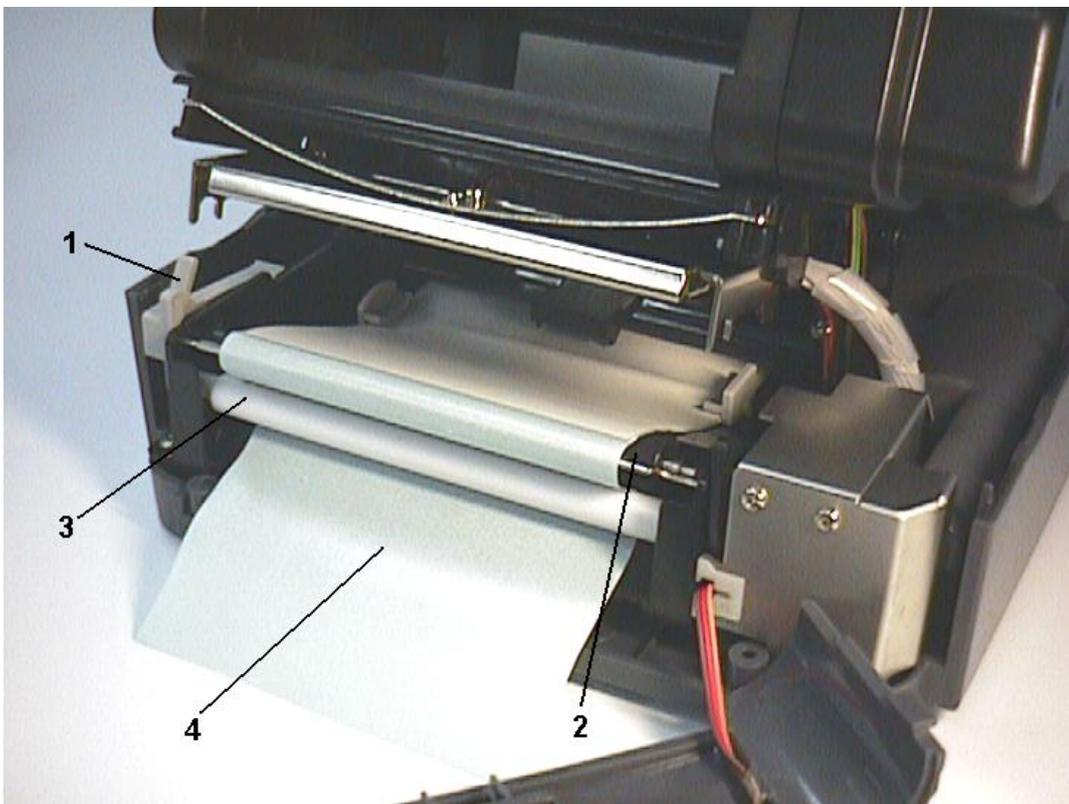

Abb. 7 Den Drucker für die Spendefunktion einrichten
2. Ziehen Sie die erste oder die ersten zwei Etiketten der Etikettenrolle ab. Führen Sie wie in Abb. 7 angezeigt das Trägerpapier zwischen die Walze und die weiße Abzugsrolle.